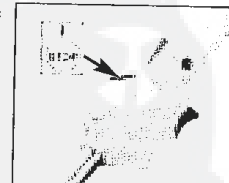

Fig. 5
2. Schieben Sie den Zündschalter auf die Position "EIN (I)" (Fig. 5).